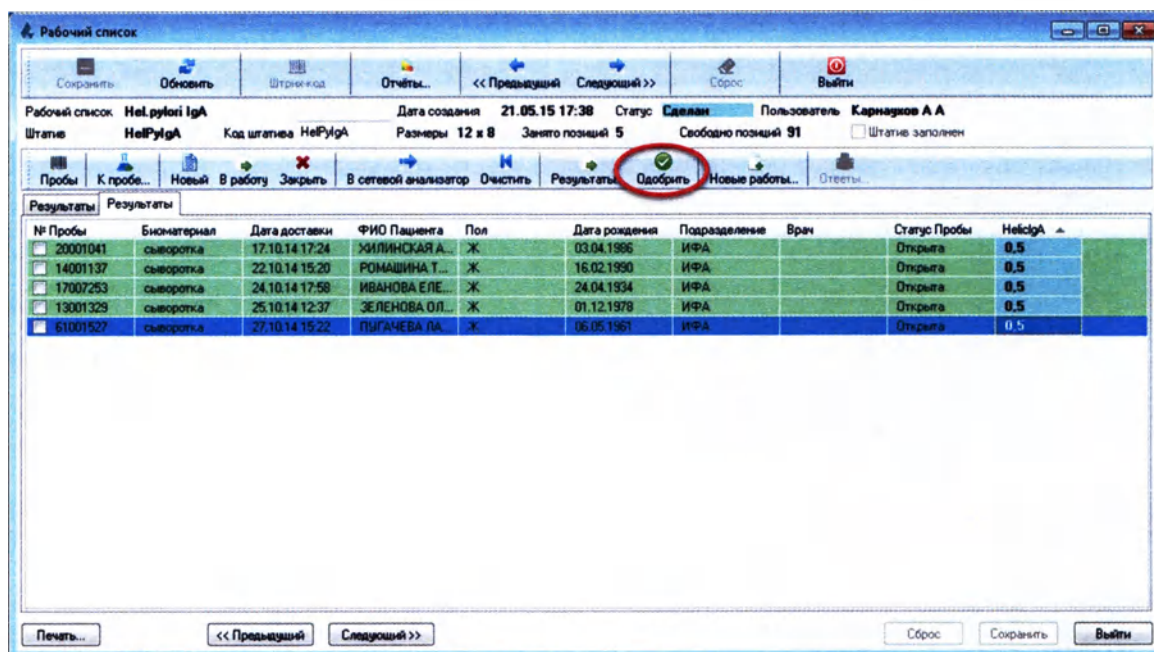

Рисунок 6.40
1.	Нажмите кнопку «Одобрить» (Рисунок 6.40):
1. Нажмите кнопку «Одобрить» (Рисунок 6.40):